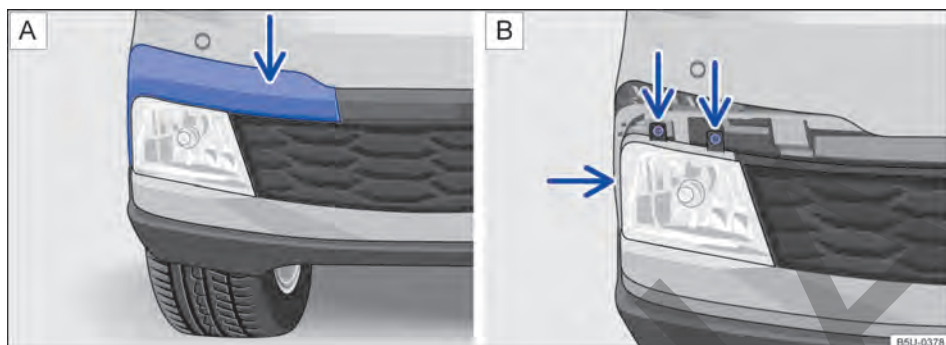

Fig. 180 En el paragolpes delantero: **A** desinstalar la moldura del farol de neblina y **B** retirar los tornillos del farol de neblina.
2. Desencajar la moldura, con cuidado → , primero del lugar indicado por la flecha → **fig. 180 A**. Desmontar completamente para acceder a los tornillos del farol de neblina.
3. Retirar los tornillos de fijación indicados por las flechas → **fig. 180 B**.